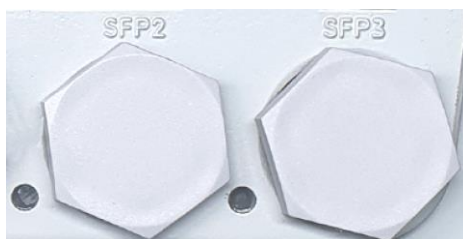

Рис. 29
5) При отсутствии подключения кабелей к интерфейсу – оставить загерметизированным штатными заглушками (Рис. 29).